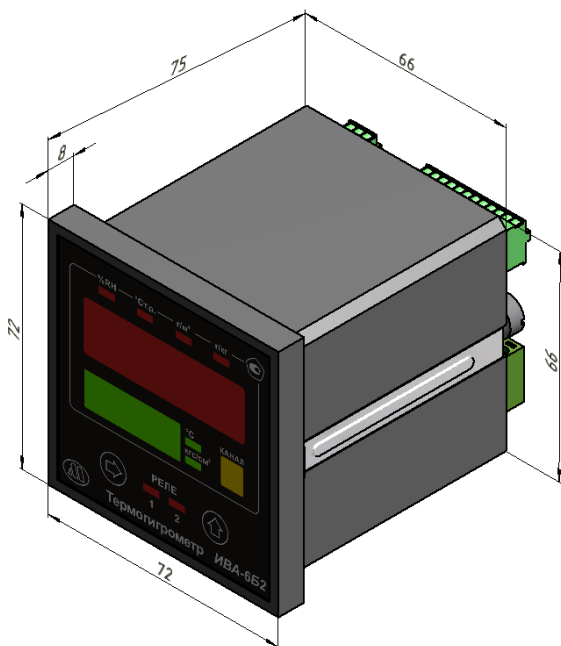

Рис.9. Внешний вид и установочные размеры блока индикации.
Термогигрометр состоит из блока индикации (рис.9) и подключаемых к нему измерительных преобразователей (рис.1-6).
6.2. Блок индикации термогигрометра ИВА-6Б2 рассчитан на утолненный монтаж на щите вдали от силовых щитов и оборудования, создающих сильные электромагнитные и электрические поля. Установочные размеры блока индикации показаны на рис.9.